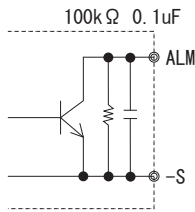

図 2.5 ALM 内部回路
- ① ALM: ファンアラーム、欠相アラーム (MAX1600T / MAX3200T) (図 2.5 参照)